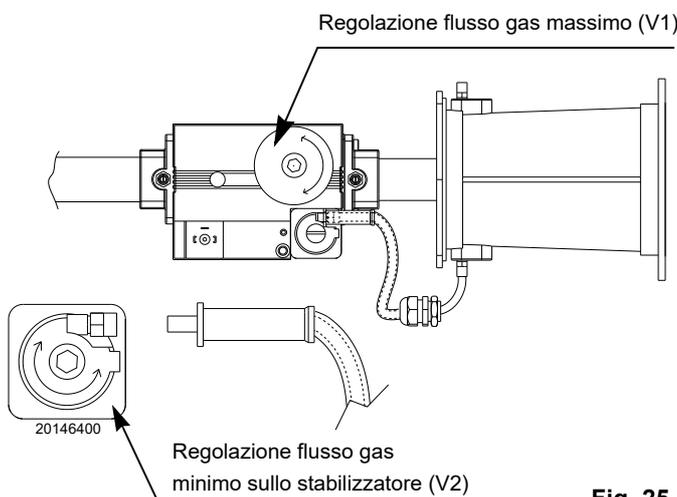

Fig. 25
- per aumentare la portata gas e la CO₂: ruotare la vite V1 verso il segno "+" (Fig. 25);
- per ridurre la portata gas e la CO₂: ruotare la vite V1 verso il segno "-" (Fig. 25).
- per aumentare la portata gas e la CO₂: ruotare la vite V2 verso il segno "+" (Fig. 25);
- per ridurre la portata gas e la CO₂: ruotare la vite V2 verso il segno "-" (Fig. 25).